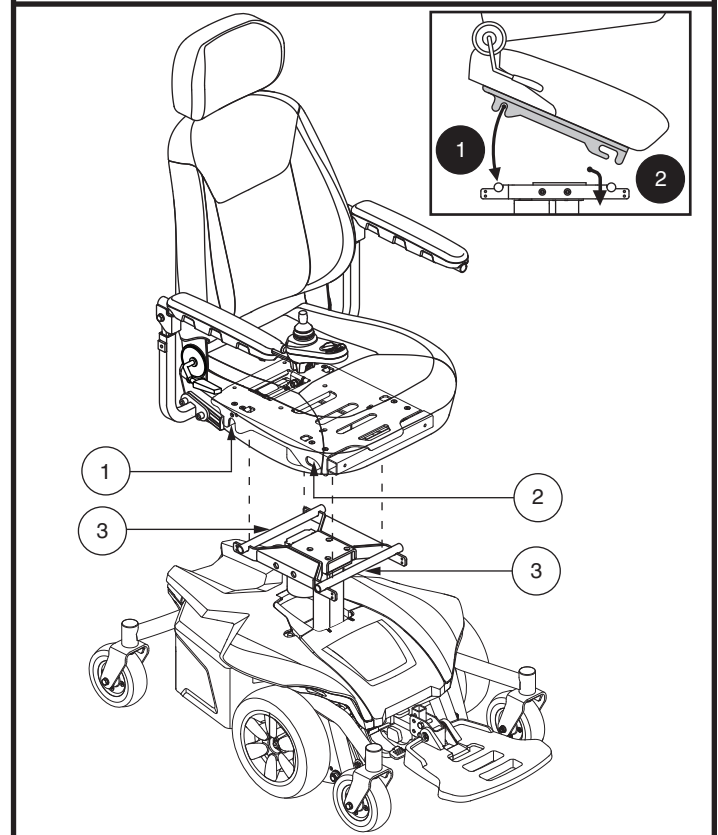
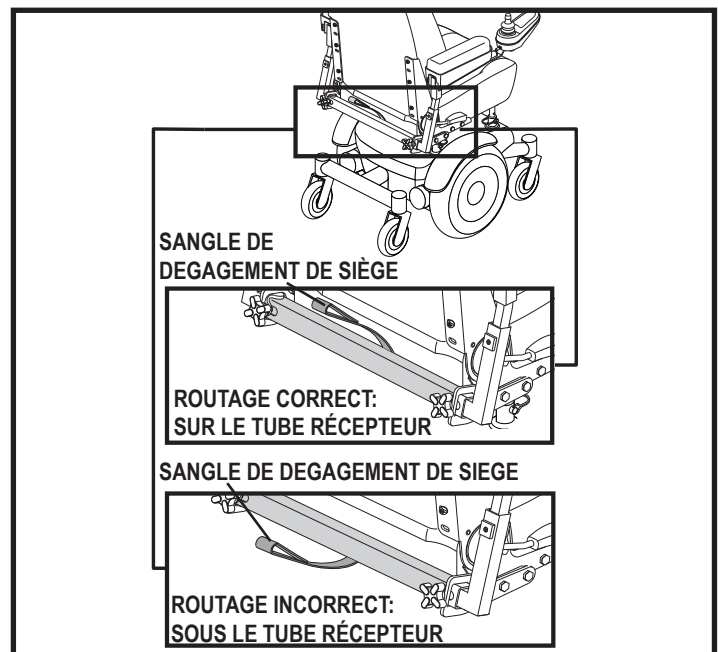

Figure 8. Assemblage de siège (Siège électrique seulement)
Figure 9. Routage de la sangle de traction du siège
Il se peut que vous ayez à installer le siège avant la première utilisation ou après avoir transporté votre fauteuil motorisé. Les deux composants principaux du siège sont des extrusions en aluminium montées sur la base du siège. Ces extrusions s'attachent à une paire de barres de trapèze montées sur la base motorisée. Voir la figure 8.
4. Inclinez le siège vers l'avant et positionnez les deux fentes avant au-dessus de la barre trapèze avant. Voir la figure 8.
5. Abaissez le siège sur la barre de trapèze avant et poussez vers l'avant jusqu'à ce que la barre de trapèze avant glisse dans les deux fentes avant. Voir la figure 8. Assurez-vous que la sangle de traction de dégagement du siège est acheminée vers l'arrière sur le dessus du tube récepteur de l'accoudoir. Voir la figure 9.